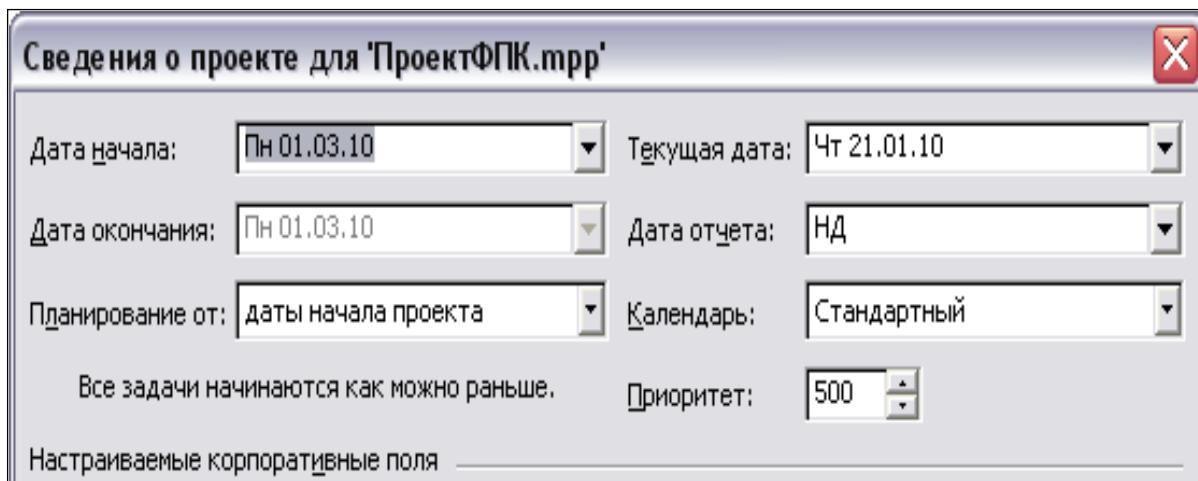

Рис. 9. Диалоговое окно Сведения о проекте
4. Определить основные характеристики проекта через команду меню **Проект – Сведения о проекте** (рис. 9). Выбрать способ планирования - от даты начала, зафиксировать дату начала проекта. Здесь же в раскрывающемся списке *Календарь* выбрать вариант календаря работ: **Стандартный (Standard)**, т.е. с 8-ми часовым рабочим днем.